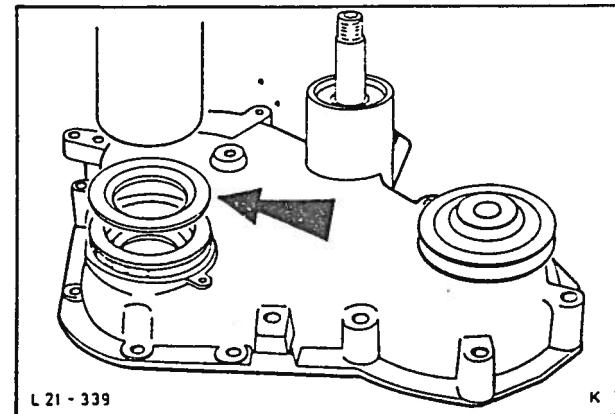

Fig. 73 Montering av oljetetningsring i registerdeksel med spesialverktøy 21-082.
48. Monter ny tetningsring i registerdekslet med spesialverktøy 21-082, fig. 73.